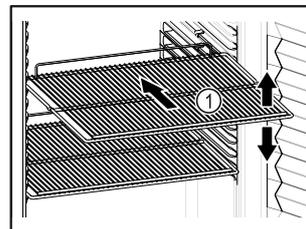

Fig. 74 Beispielhafte Darstellung
- Wenn Abstellroste Fig. 74 (1) versetzbar sind, je nach Höhe anpassen.